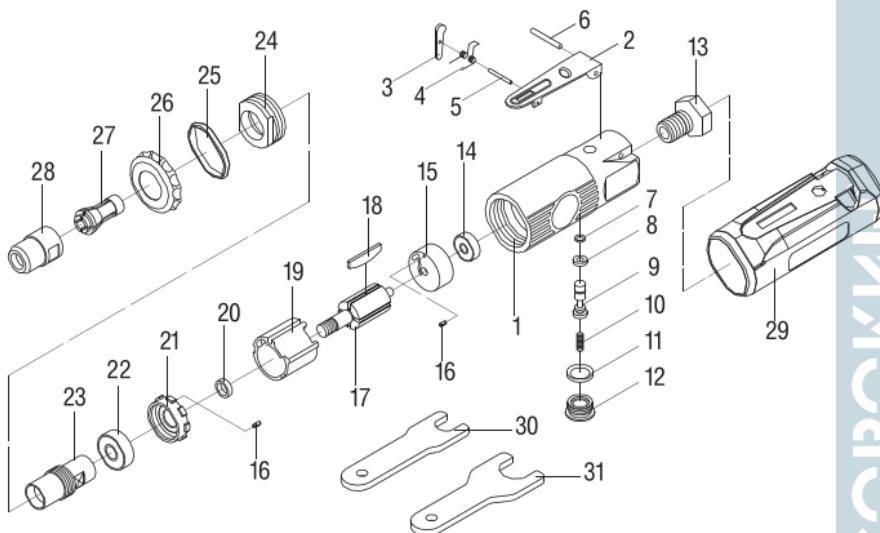
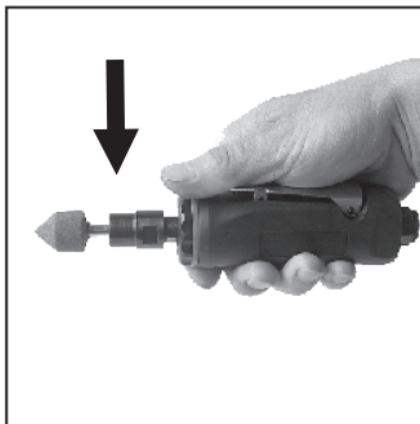

Рисунок 1 – Деталировка
Рисунок 7 – Порядок работы
- 2. Для установки насадки откройте цанговый зажим (рис. 3), для этого ослабьте затяжку фиксатора цангового зажима (поз. 28, рис.1), прокрутив её против часовой стрелки при помощи малого ключа, в то же время, удерживая большим ключом опору цангового зажима (поз. 23, рис. 1).
- Снимите пусковой рычаг (поз. 2, рис. 1) с фиксатора (поз. 3, рис. 1) толкнув его вперёд, далее, нажимая на пусковой рычаг, вращайте шпиндель зачистной машинки. Частота вращения шпинделя регулируется при помощи силы нажатия пускового рычага (рис. 7).